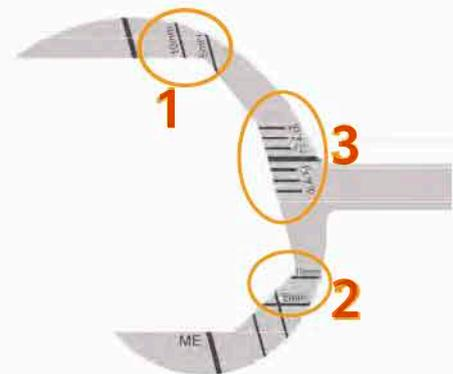

Fig. 16
Como se muestra en la Fig. 16, el Medidor femoral además permite evaluar si serán necesarios aumentos posteriores y/o distales (distal (1) o posterior (2)). Adicionalmente, se puede intuir la potencial necesidad de offset (3): Deslice el Indicador de offset sobre la fresa para ello. El Indicador de offset debe apuntar a medial y debe estar alineado en paralelo con la línea epicondilar. El Indicador de offset apunta a la escala para leer el offset preliminar. Retire el Indicador de offset y el Medidor femoral, posteriormente.